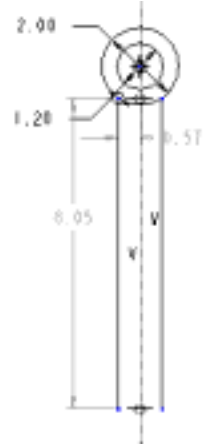

图 3-71 镜像直线
(6) 选中刚绘制的直线, 单击工具栏中的“镜像”按钮, 再单击步骤(3)中绘制的中心线作为镜像基准线, 效果如图 3-71 所示。